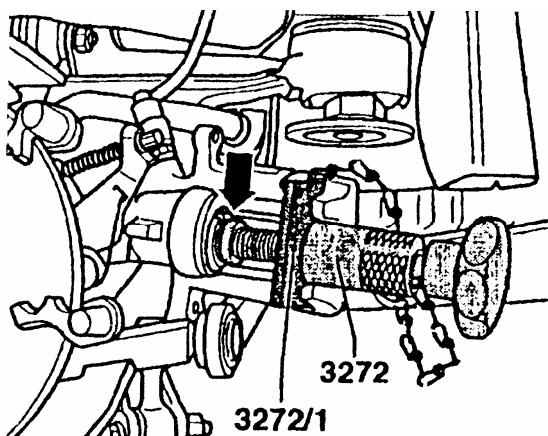

图 13-44 用专用工具将活塞拧到底
(1) 如图 13-44 所示，顺时针拧螺纹心轴，逆时针转动滚花边缘，将活塞拧至止点。